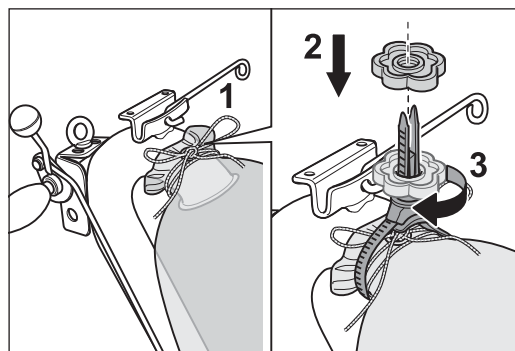

Abb. 6 Den Staubsack mit der Kordel (1) und dem MultiClip (2 und 3) faltenfrei montieren.
- 6 Befestigen Sie den Staubsack fest mit der Kordel und dem MultiClip am Ende des Führungsrohrs (Abb. 6). Beachten Sie bei der Montage, dass die Öffnung des Führungsrohrs nicht verschlossen wird.